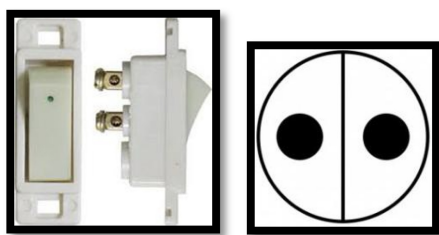

Figura 1: Interruptor sencillo. Símbolo
- Arme el circuito de la figura 1.
- Dibujar la conexión de una lámpara controlada con un apagador sencillo. Usar figura 1.